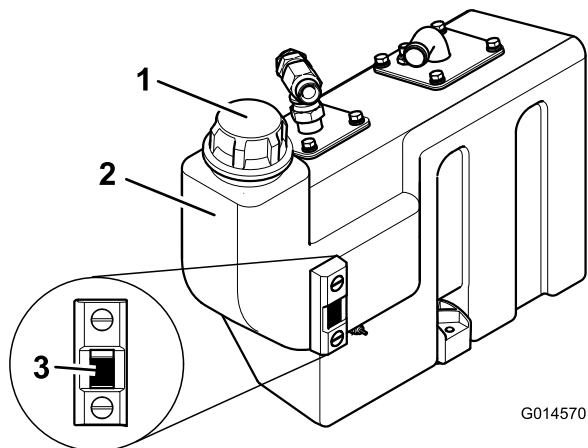

Bild 24
3. Wenn Hydrauliköl benötigt wird, reinigen Sie den Bereich um die Abdeckung des Hydraulikbehälters (Bild 24).